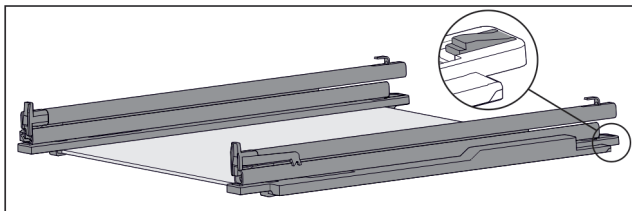

Fig. 127 Glasplaat met rails en vasthouddelen
- ▶ Vasthoudddeel achter omlaag duwen (zie Fig. 127) en tegelijk rails naar achteren schuiven.